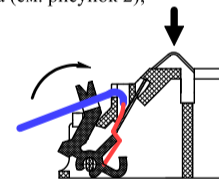

Рисунок 2
– ввести в канал провод и зафиксировать его, поджав кнопку-зажим до упора (см. рисунок 2);
– проверить надежность соединения для чего необходимо надавить на изгиб контакта, имитируя нажим датчиком (см. рисунок 2) и потянуть провод на себя;
– завести провод в паз, расположенный на кнопке-зажиме (см. рисунок 2).